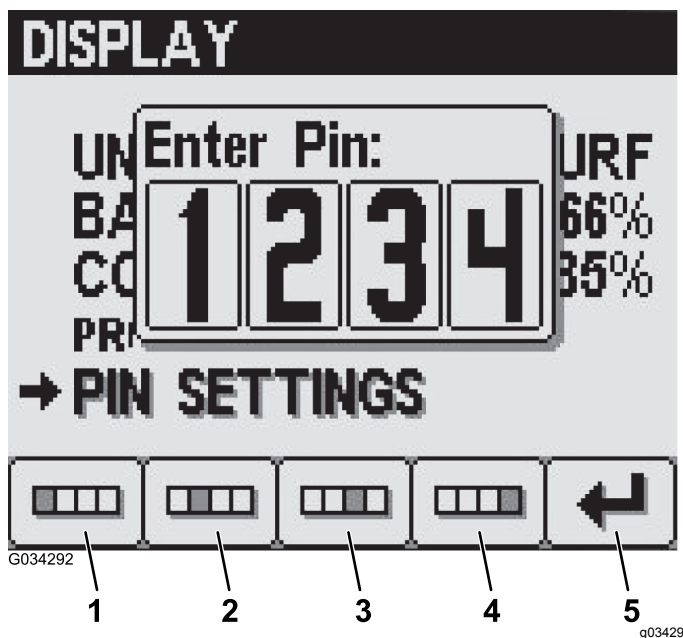

Figura 25
2. Inserite il vostro PIN utilizzando i pulsanti da 1 a 4 e premete il pulsante 5 quando completate il PIN (Figura 25).
4. Inserite il vostro vecchio PIN utilizzando i pulsanti da 1 a 4 e premete il pulsante 5 quando completate il PIN (Figura 25).